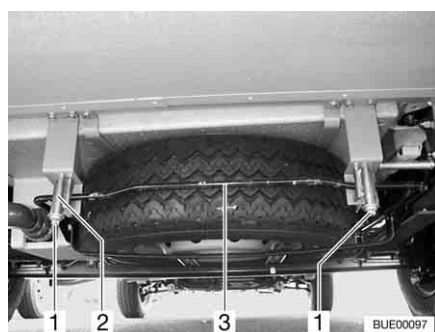

Fig. 277 Supporto per la ruota di scorta (cestino di alloggiamento)
- Allentare i dadi (Fig. 277,1) sul gancio destro e sinistro (Fig. 277,2) del supporto per la ruota di scorta.
- Premer leggermente la staffa (Fig. 277,3) verso l'alto. Contemporaneamente spingere il gancio verso il basso e sganciare la staffa.